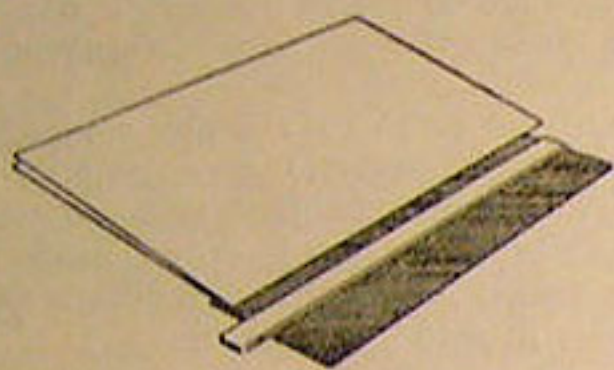

Рис. 82. Наращивание корешка у тетради
8. Часто встречаются документы, смонтированные в виде тетрадей. Если в них текст близко подходит к сгибу и есть опасность, что он будет зашит, производят наращивание корешка тетрадей (рис. 82). Для этого берут